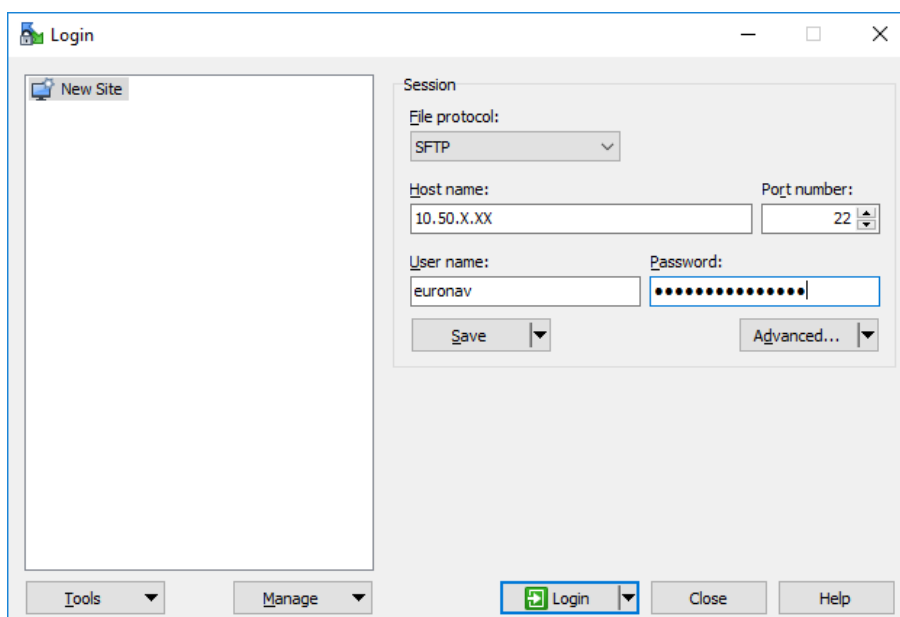

Abbildung 16: WinSCP Konfiguration
1. Mit der freien Software WinSCP kann jetzt eine Verbindung zum *A10-RTK* hergestellt werden. Stellen Sie bei Übertragungsprotokoll *SFTP* ein. Bei dem Rechnernamen nutzen Sie die IP-Adresse 10.50.X.XX (IP-Adresse - Alberding GmbH) aus der Tabelle (siehe oben). Benutzername und Kennwort werden Ihnen von der Alberding GmbH zur Verfügung gestellt (vgl. Abb. 16).